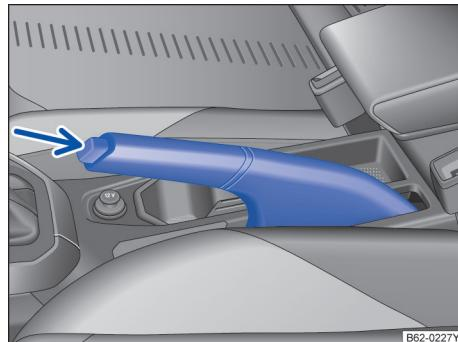

图 102 手制动杆。
- 向上拉起手制动杆 → 图 102。
- 稍稍拉起手制动杆，按箭头所指的方向 → 图 102 按下闭锁按钮并将手制动杆向下放到底 → **⚠**。